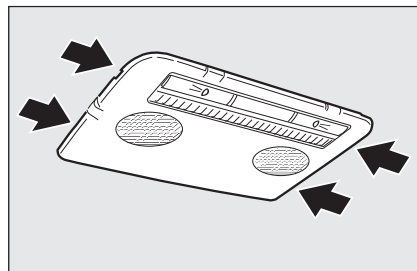

fig. 42
- ☐ rimuovere la plafoniera anteriore agendo nei punti indicati dalle frecce (vedere **fig. 42**);